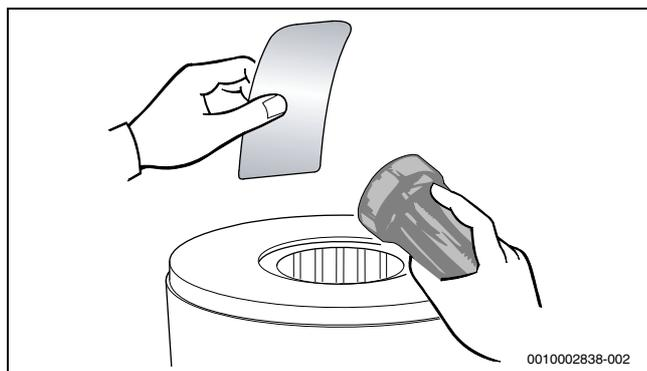

Fig. 113 Contrôler la présence de résidus dans le corps de chauffe
- ▶ Contrôler à nouveau la présence de résidus dans le corps de chauffe (→ fig. 113).